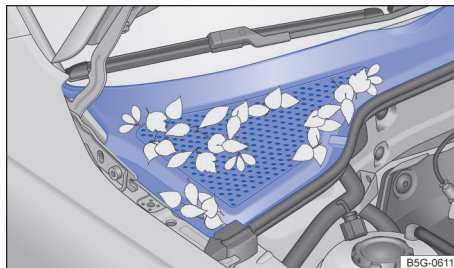

Fig. 202 Entre el compartimento del motor y el parabrisas: caja de agua (representación esquemática).
- La caja de aguas está ubicada en el compartimento del motor, entre el parabrisas y el motor, y bajo una cubierta perforada → fig. 202. El aire ambiente es aspirado de la caja de aguas al interior del vehículo por medio del sistema de calefacción y ventilación o del aire acondicionado.